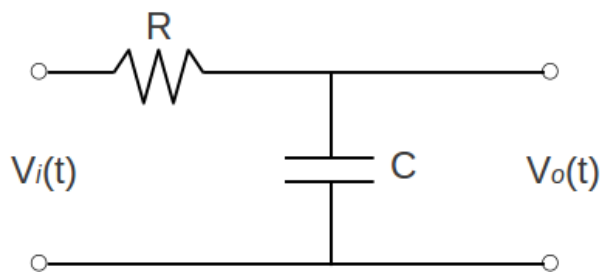

Figura 4. Circuito integrador.
donde N_2 es número de vueltas del secundario y Φ_B el flujo magnético concatenado por el secundario (e.d. El valor del campo B que atraviesa por unidad de área que atraviesa la sección transversal de S2). De esta ecuación, se desprende que la integral temporal de la f.e.m. ε es proporcional al valor promedio de B en S2. La integral temporal de ε se realiza mediante un circuito integrador como el que se muestra en la figura 4.
- En qué rango de frecuencias el circuito de la figura 4 actúa como un integrador? Qué ocurre fuera de ese rango?